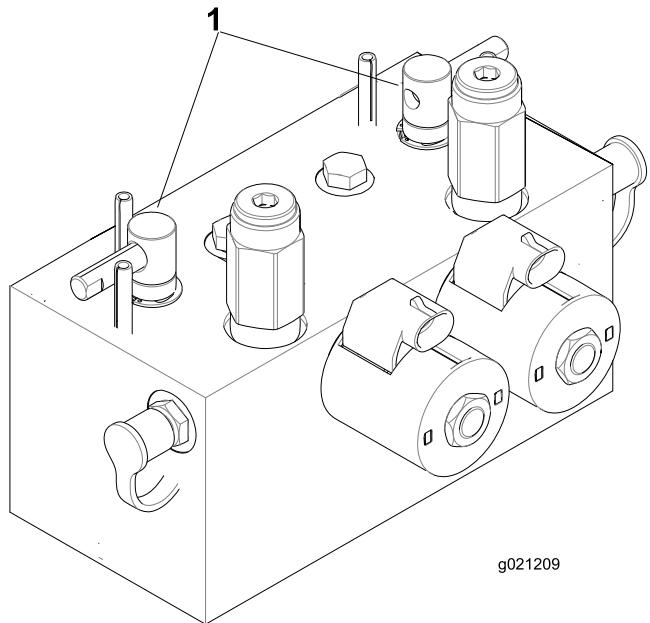

Figure 93
2. Déverrouillez le capot et soulevez-le pour exposer les leviers de rodage (Figure 93).
5. Sélectionnez les leviers de rodage avant, arrière ou les deux pour déterminer les plateaux qui doivent être rodés (Figure 93).